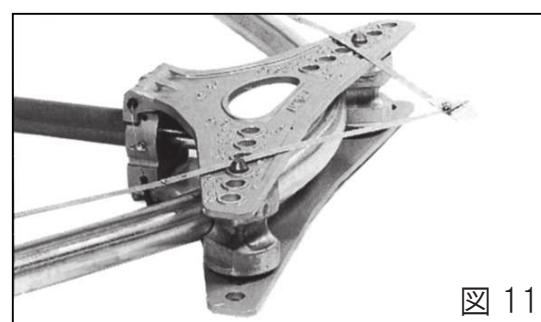

図11
- ⑤最後にもう一度②で曲げた所をベンディングシューの中心に合わせ加圧します。
5. 曲げ角度の測定には、付属の角度ゲージをご利用ください。この場合、管にスプリングバックがありますので一旦ラムを下げてから測定すると正確な値が得られます。曲げ不足の場合は曲げ過ぎないように注意しながら再び加圧してください。（図11）